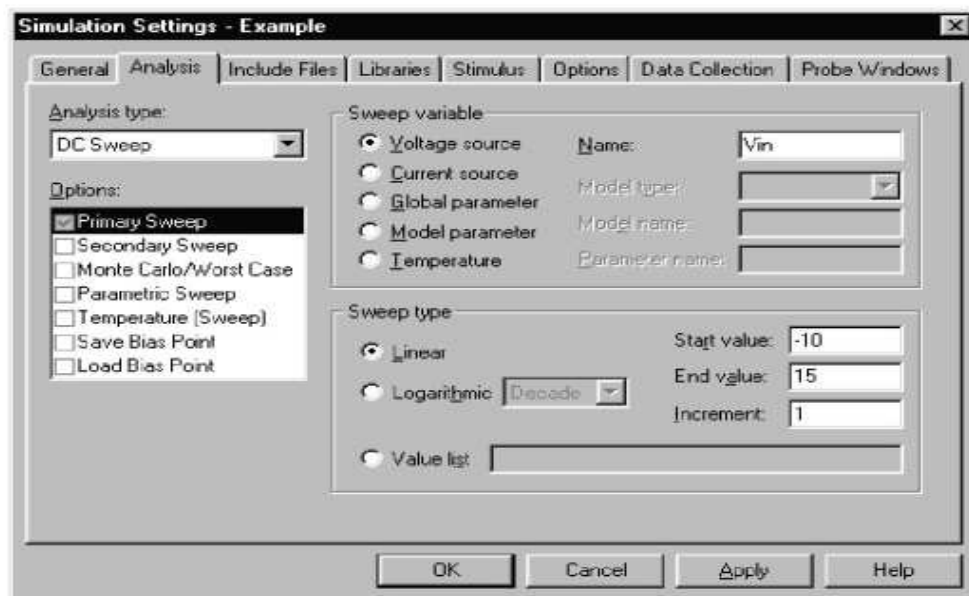

Figure 6 *DC sweep analysis settings.*
5. Από το Analysis type list επιλέγουμε DC sweep και εισάγουμε τις επιθυμητές τιμές ,όπως το figure6.